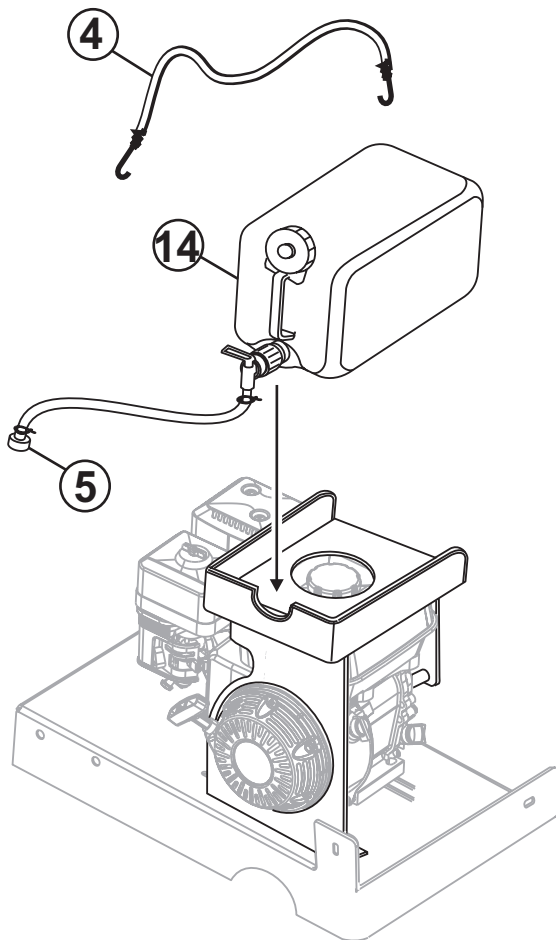

Abb. 26. Position des Wassertanks
- 9 Den Wassertank (mit montiertem Schlauch) so auf die Tankstützplatte setzen, dass Hahn und Schlauch an der Aussparung der Tankstützplatte herausführen. (Abb. 26).